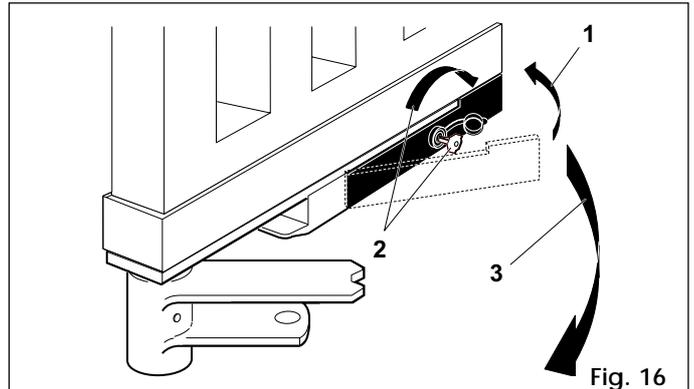

Fig. 16
- riportare la leva nella sua posizione di riposo (fig. 16-rif. 1)
- la chiave fino a battuta nella direzione opposta al pilastro (fig. 16-rif. 2)
- azionare manualmente l'anta fino all'aggancio della serratura sulla staffa di bloccaggio (fig. 16-rif. 3)